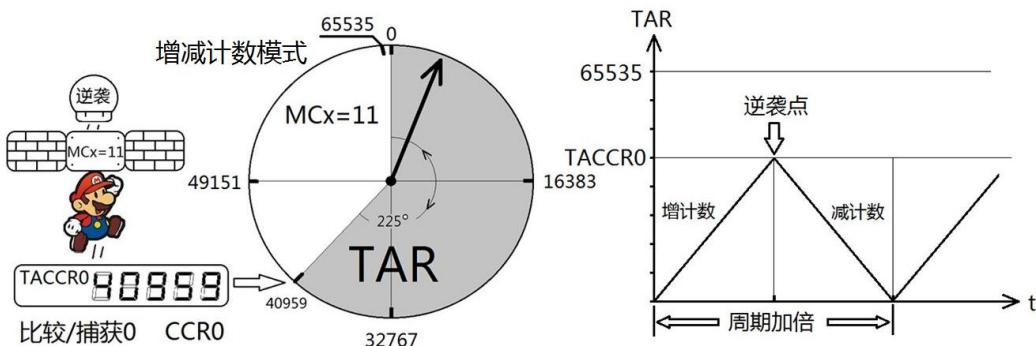

图 6.4 主定时器的增减计数模式
- 1) 如图 6.4 左侧所示, 当 TAR 的值与 TACCR0 预设值 (图中设定为 40959) 相等时, TAR 减法计数。时钟表盘同样只能在灰色区域活动。当 TAR 减到 0 以后, 主定时器自动变回加法器。
- 2) 如图 6.4 右侧所示, 定时器的实际周期同样与 TACCR0 设定值有关, 并且是增计数模式的两倍。